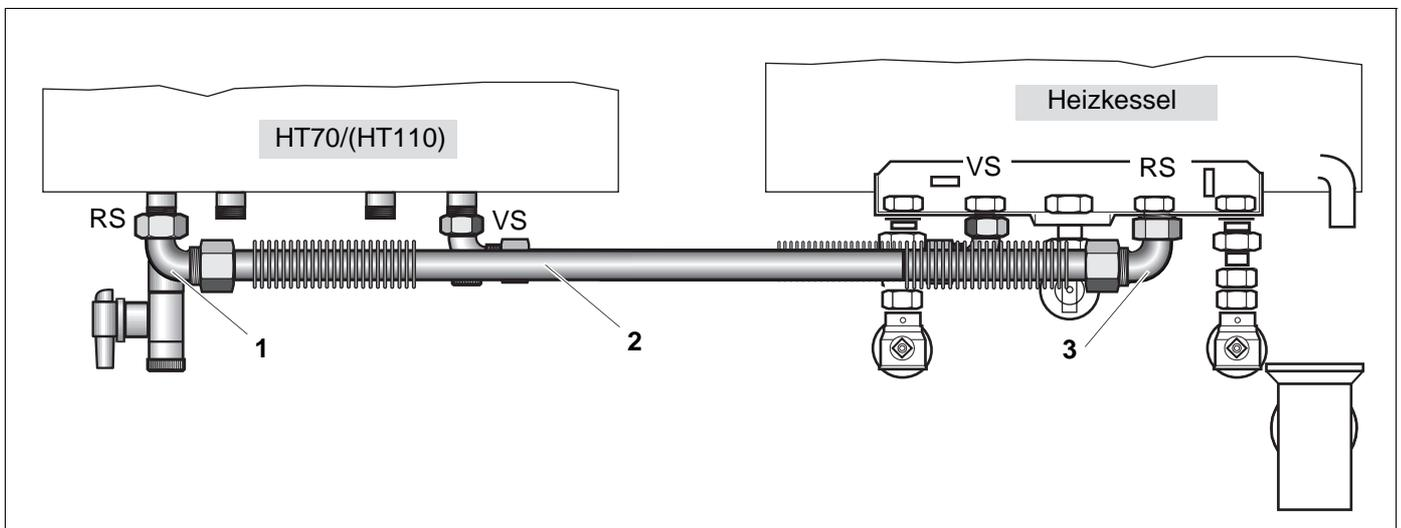

Abb. 8 Verbindungsrohr Speicherrücklauf HT70/HT110 **links** (ohne Wärmeschutz dargestellt)
- Winkelverschraubung mit KFE-Hahn (Abb. 8, Pos. 1) und Dichtung am Speicherrücklauf des HT70/HT110 verschrauben (Abb. 8).
- Langen Wellenschlauch (Abb. 8, Pos. 2) mit Dichtungen zwischen Anschlusswinkel (Abb. 8, Pos. 3) Speicherrücklauf (RS) des Heizkessels und der Winkelverschraubung mit KFE-Hahn (Abb. 8, Pos. 1) des HT70/HT110 anschrauben (Abb. 8).